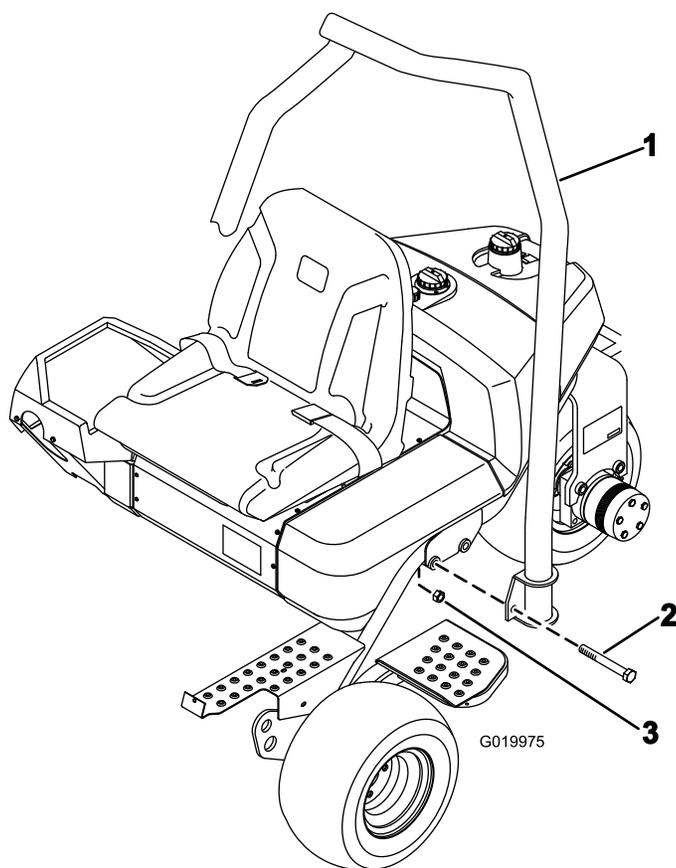

Рисунок 7
1. Расположите защитную дугу так, чтобы верхняя часть изгиба трубы была направлена к передней стороне машины (Рисунок 7).
2. Опустите защитную дугу на раму, совместив с монтажными отверстиями (Рисунок 7).
3. Прикрепите каждую сторону защитной дуги к раме 2 болтами (5/8 x 4-1/2 дюйма) и контргайками, как показано на Рисунок 7.